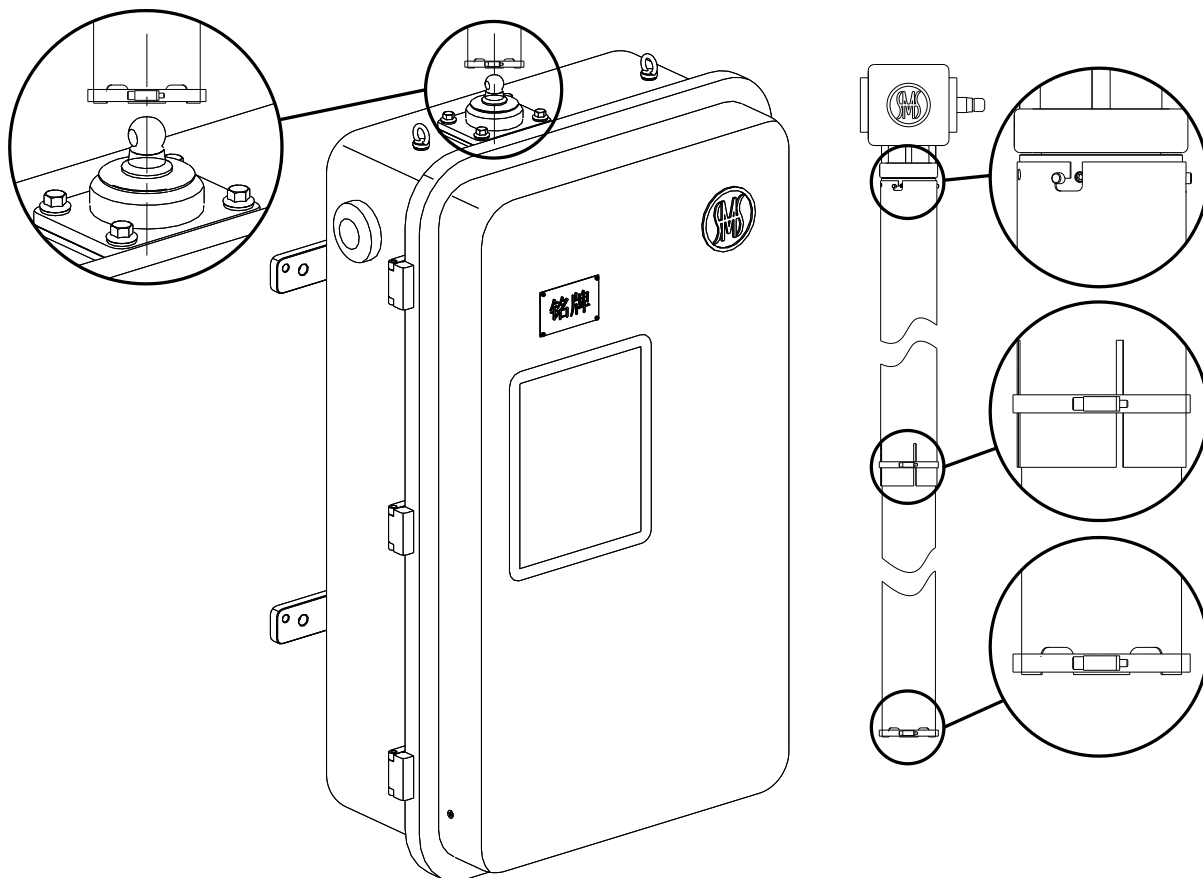

图 8-7
3. 将防护罩拉起至伞齿轮盒下端，套在衬套上，3 个缺口正对 3 个圆柱销，然后旋转防护罩，使圆柱销正好卡在横槽内。（见图 8-7）。
4. 把下部较细的防护罩套在电动机输出轴外侧。（见图 8-7）。
5. 此时两根防护罩的已经定位，将防护罩上用 2 个卡箍卡住防护罩即可。（见图 8-7）